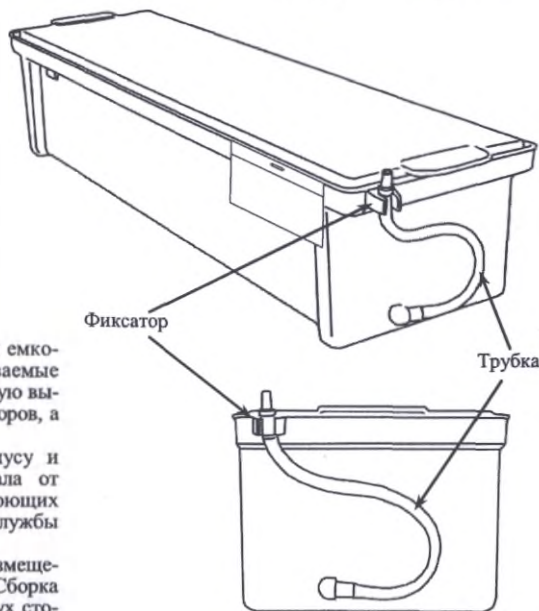

Рис. 2
1.4.6 Емкость-контейнер укомплектован трубкой из медицинского пластика (ПМЭ) (см. рис. 2) для облегчения слива загрязненного дезсредства или моющего раствора. Для этого необходимо снять трубку с фиксатора и направить ее свободный конец в раковину, или емкость, предназначенную для переноски отработанных дезсредств.